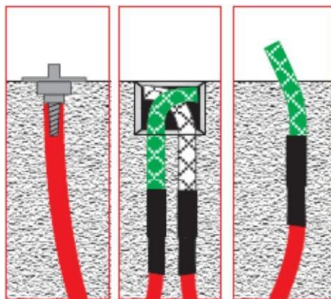

Рис. 5
- При инъектировании инъекционный насос подсоединяется к входному концу подводящей ПВХ трубки, который располагается в инъекционной коробке (рис. 5, средняя схема).
- Инъектирование в шланги SikaFuko® Eco 1 производится через индивидуальные пакеры (рис. 5, левая схема) или через окончания подводящих ПВХ трубок, которые располагаются в узловых инъекционных коробках или выходят из тела бетона (рис. 5 центр, правая схема)